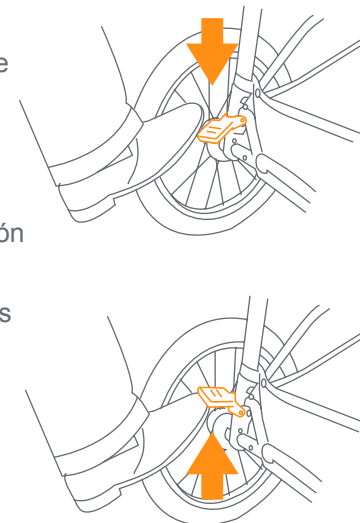

Fig. 15
- 15) • To engage brakes, apply light downward pressure to the brake lever located on each rear wheel. The stroller may require slight forward or rearward movement in order to line up the teeth on the brake with each wheel brake cluster (Fig. 15).
- Para aplicar los frenos, ejerza una ligera presión hacia abajo a la palanca del freno situada en cada rueda trasera. El carrito podría requerir un leve movimiento hacia delante o hacia atrás para alinear los dientes del freno con el piñón del freno de cada rueda (Fig. 15).